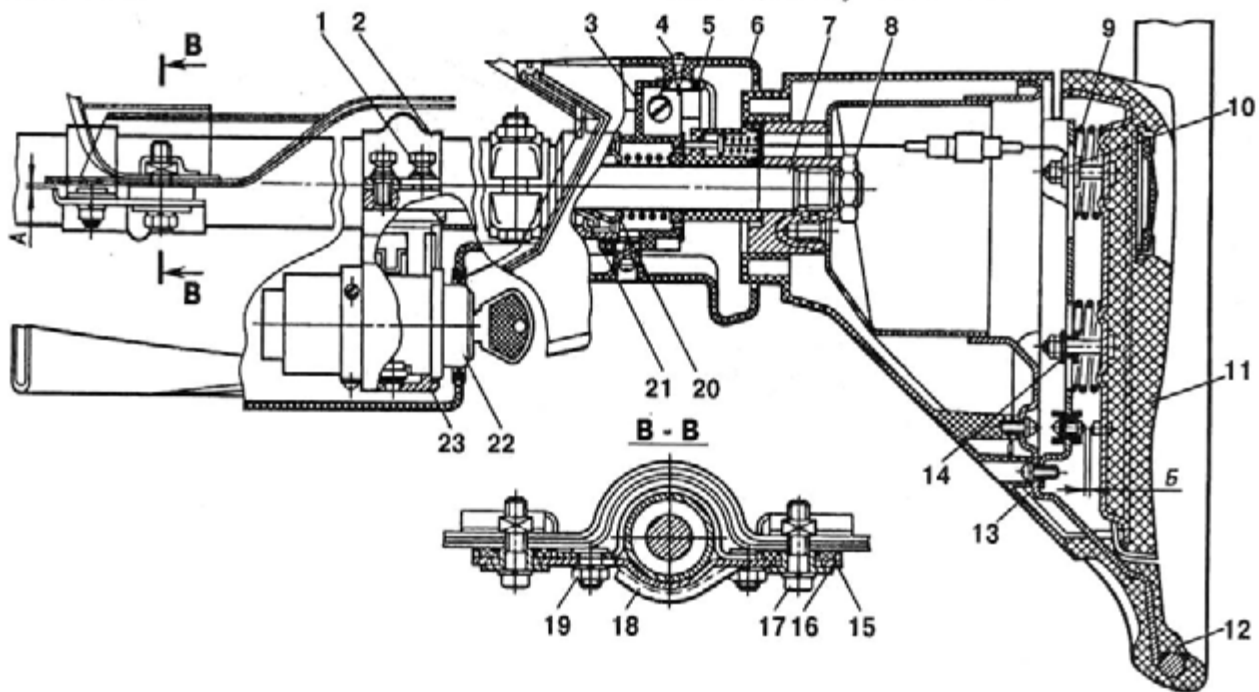

Рис. 155. Рулевое колесо и колонка:
Обод и спицы рулевого колеса (рис. 155) изготовлены из твердой или мягкой пластмассы, а выключатель звукового сигнала покрыт мягким материалом - пенополиуретаном с декоративным рисунком на поверхности.
- снять выключатель 11 (см. рис. 155) звукового сигнала, отвернув три винта и отсоединив от штекерного разъема провод сигнала в каркасе рулевого колеса;
- отсоединить крепление рулевой колонки от панели приборов, отвернув болты 17 (см. рис. 155), снять чехол и вынуть рулевую колонку.